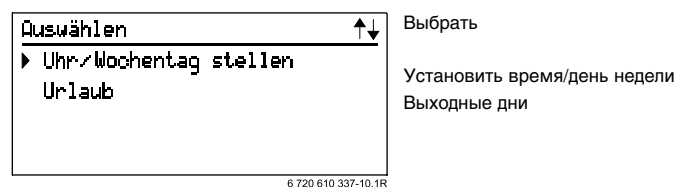

Рисунок 44. Подменю: Установить время/день недели
- ▶ Подтвердите выбор клавишей , курсор при этом переходит на вышестоящее меню (рисунок 44, стр. 28).